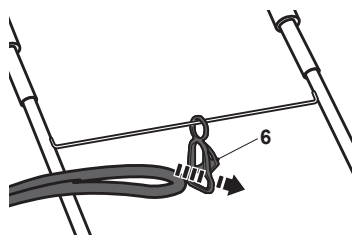

Fig. 6
- > Retire hacia atrás el cable de alimentación, aproximadamente a unos 40 cm del extremo del cable. Introduzca el lazo a través de la protección contra tirones (6) y cuelgue el lazo en el gancho. Tire con cuidado del cable para asegurarse de que está asegurado (Figs. 6 y 7).